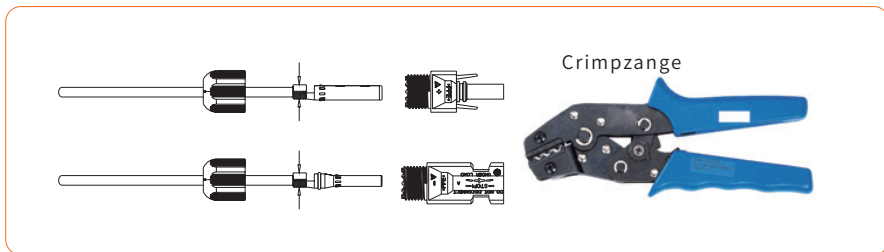

Abbildung 4-16
④ Führen Sie das Gleichstromkabel durch die Mutter des Gleichstromsteckers in die Metallklemme ein und drücken Sie die Klemme mit einer professionellen Crimpzange zusammen (ziehen Sie das Kabel mit etwas Kraft zurück, um zu prüfen, ob die Klemme gut mit dem Kabel verbunden ist), wie in Abbildung 4-16 dargestellt: